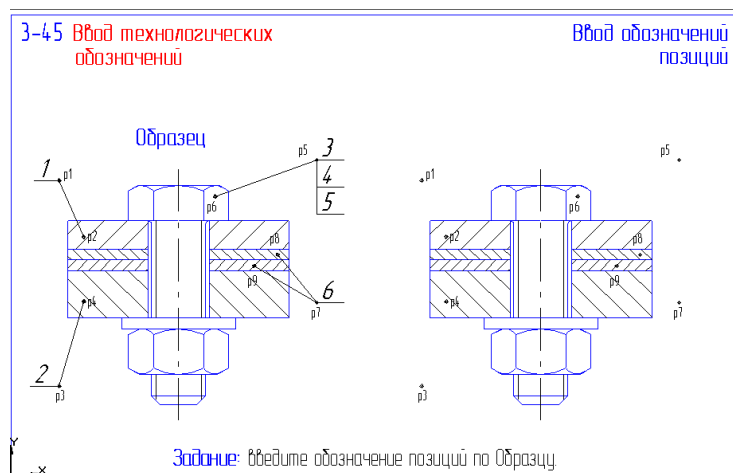

Рис. 59
52. Откройте файл фрагмента 3-45 (рис. 59).